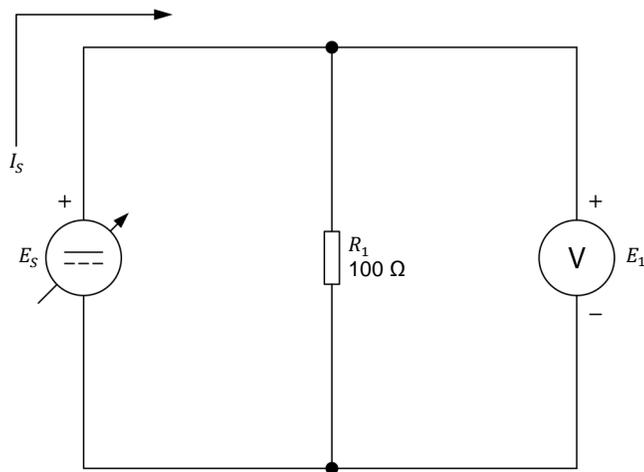

Figure 25. Mesurer la puissance consommée par une résistance.
3. Montez le circuit montré dans la figure 25. Pour obtenir la valeur de résistance (R_1) de la figure 25, effectuez les connexions et réglages des commutateurs nécessaires sur le module *Charge résistive*.